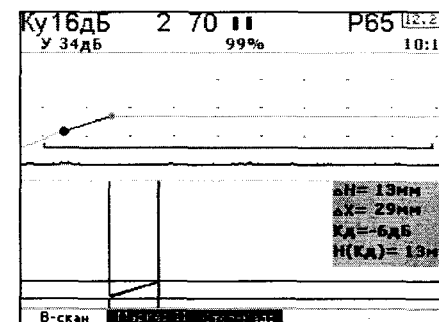
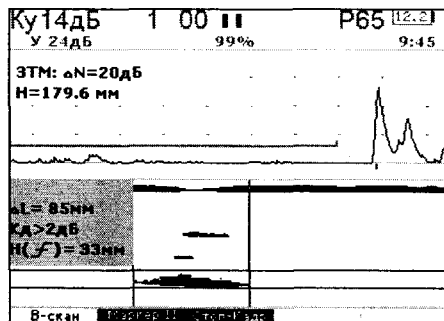

Рисунок 35
Рисунок 36
3) нажатием клавиши **F2** активизировать окно с надписью Маркер II над этой клавишей, при этом на экран автоматически выводятся горизонтальная и вертикальная линии второго маркера (рисунок 35);
4) вращая ручку энкодера на правой стороне электронного блока, совместить горизонтальную линию второго маркера с верхней границей записи интересующего фрагмента дефектограммы (рисунок 35);
5) вращая ручку энкодера на левой стороне электронного блока, совместить вертикальную линию второго маркера с правым краем интересующего фрагмента дефектограммы (рисунок 35);
2) условной протяженности дефекта вдоль рельса ΔL в мм (для канала с РС резонатором или РС ПЭП) (рисунок 36) или условной ширины дефекта ΔX в мм (для каналов с наклонными резонаторами или ПЭП) (рисунок 35). Указанные параметры ΔL и ΔX определяются автоматически по маркерам только для дефектограмм, записанных в режиме синхронизации от датчика пути; в режиме внутренней синхронизации указанные параметры автоматически не определяются;